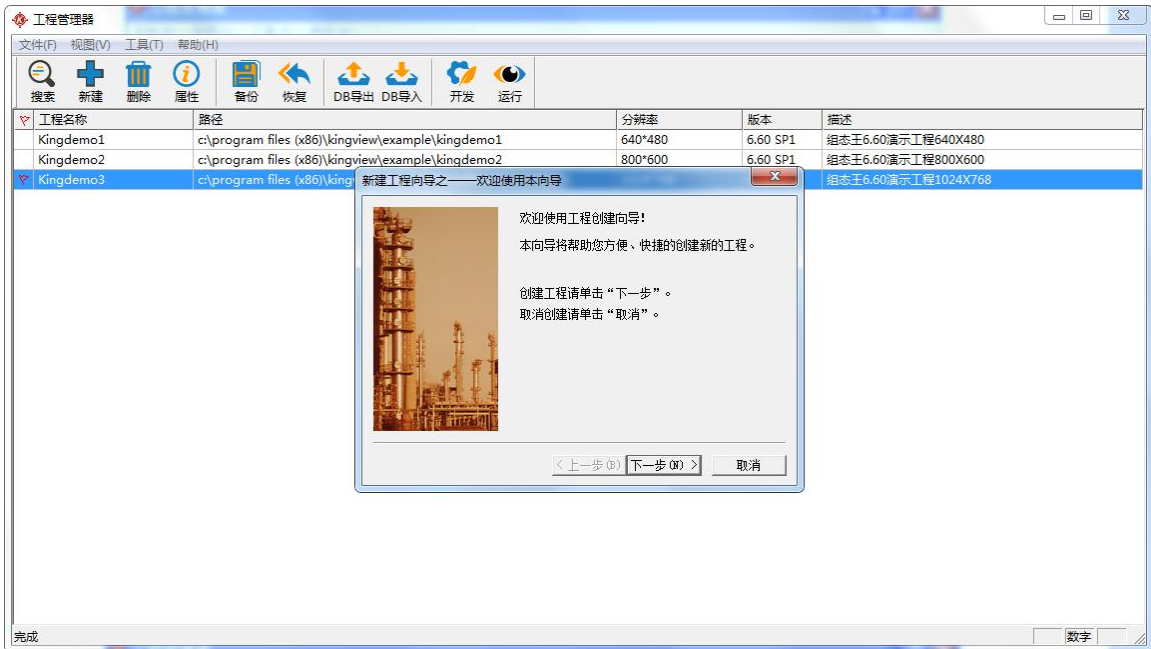

图 2-5
**新建** 新建：单击此快捷键，弹出新建工程对话框建立组态王工程。点击工程管理器上的“新建”，弹出“新建工程向导之一”如图 2-5。